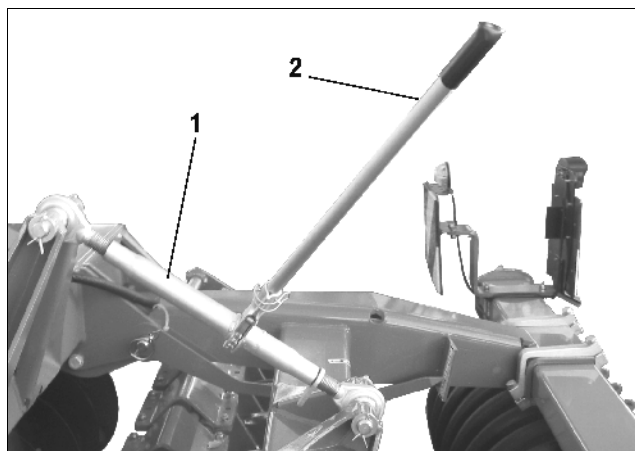

Fig. 15
- Dybdeindstillingen foregår ved at dreje indstillingsspindlen (Fig. 15/1) med håndtaget (Fig. 15/2).